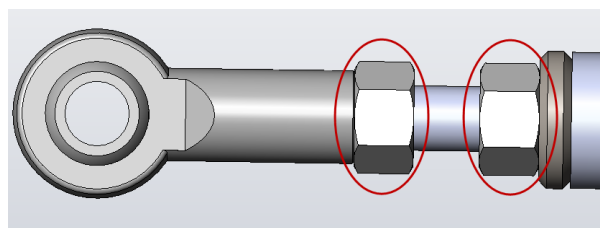

Abbildung 6-23 - Gelenkkopf an Zugstange
11. Insbesondere die Sicherungsmuttern am Gelenkkopf der Zugstange ausreichend anziehen (Abbildung 6-23).